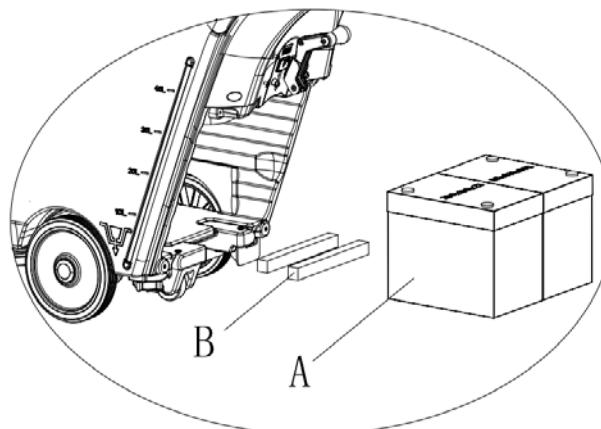

Abbildung 6
- Ziehen Sie den Batteriestecker (9).
- Öffnen Sie den Schmutzwassertankdeckel (24), um zu überprüfen, ob der Tank leer ist. Falls nicht, leeren Sie ihn durch den Ablaufschlauch (15).
- Schrauben Sie den Rakel-Regler (16) ab und entfernen Sie den Stecker des Abwasser-Saugschlauchs (11), um die Rakel abzunehmen.
- Lösen Sie die Schrauben der Batteriefachabdeckung (10) und nehmen Sie diese ab.
- Entfernen Sie den Stecker, der Rakelhebel (12) und Rakelhalter (19) verbindet und positionieren Sie den Rakelhebel so, dass die Batterie bequem eingesetzt werden können.
- Positionieren Sie Abwasser-Saugschlauch und Ablaufschlauch so, dass die Batterieinstallation nicht behindert wird. (A, Abbildung 6)
Ist die Batterie kleiner als angegeben, muss ein geeigneter Leitblock (B, Abbildung 6) gewählt werden, damit sich die angeschlossene Batterie nicht bewegen kann.